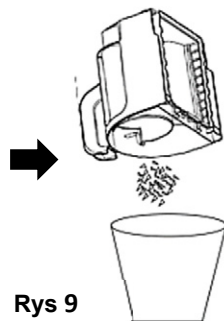

Rys. 7
1. Jak na rys. 7, przytrzymaj pojemnik na kurz i uchwyt i naciśnij przycisk zwalniający (A).
2. Jak na rys. 7, wyjmij pojemnik na kurz z maszyny (B).